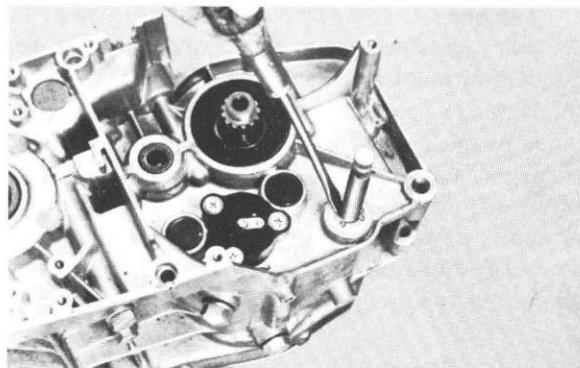

Fig. 4-11-7
- b. Remove the change shaft circlip and the shim. (Figs. 4-11-7, 4-11-8)
- b. Retirez le circlip de l'arbre de sélecteur ainsi que la rondelle d'épaisseur. (Fig. 4-11-7, 4-11-8)
- b. Seegering und Beilagscheibe der Schaltwelle demontieren. (Abb. 4-11-7, 4-11-8)